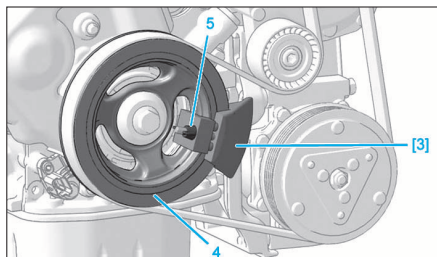

FIG. 10
- Mettre en place la pigne de vilebrequin (Fig.10).
- Poser l'outil [3] sur la poulie du vilebrequin (4) en le centrant sur la lumière de fonderie (Fig.10).
- Serrer l'écrou à oreille (5) (Fig.10).